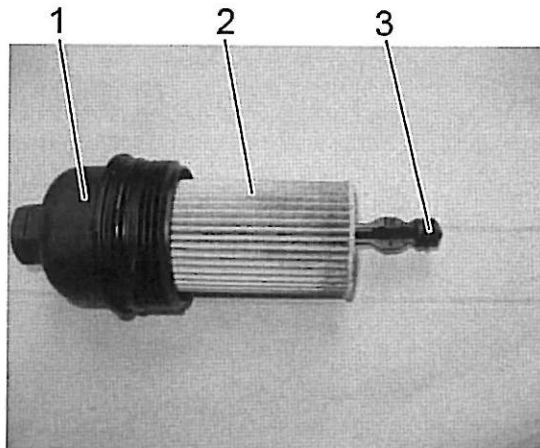

Bild 1 / Fig. 1
1. Nach der Demontage des Ölfilters den kleinen O-Ring auf Beschädigungen prüfen. Siehe Bild 1.
1. *Check the small o-ring for damages after remove of the oil filter. See Fig. 1.*